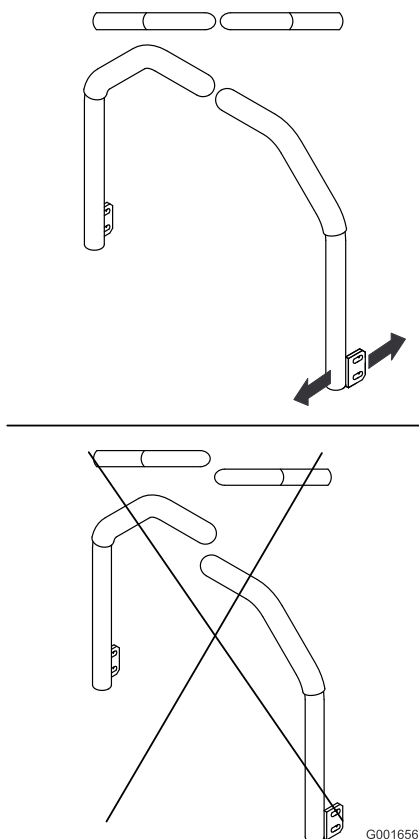

Figura 67
5. Regolate le leve di controllo in modo che siano allineate (Figura 67), e serrate i bulloni, fissando le leve alle colonne.